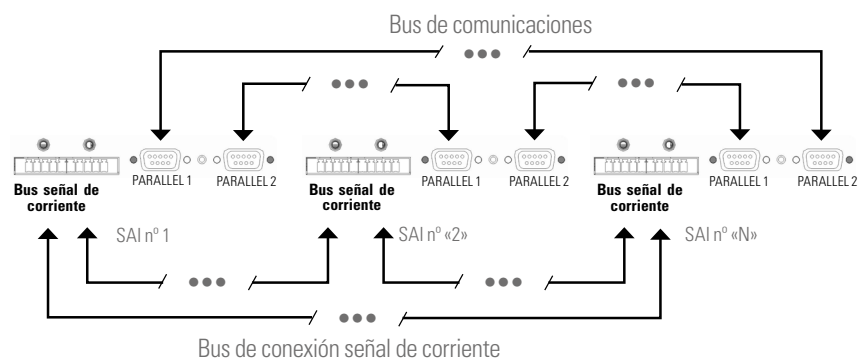

Fig. 66. Conexión bus de comunicación y señal de corriente.
- **Bus de señal de corriente.** Utilizar la manguera con conectores en los extremos para unir la señal de corriente entre equipos correlativos, tal y como se muestra en la Fig. 66. Finalmente, cerrar el bucle del bus entre el último equipo y el primero.